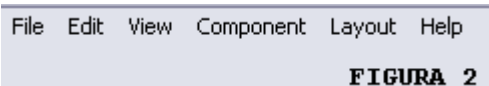

FIGURA 2
2.- Menú. En la figura 2 se observa el menú principal desde el cual se accede a los distintos comandos de los cuales consta la aplicación.